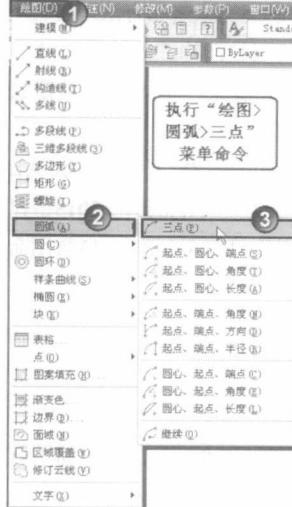

图1
- 通过下拉菜单执行绘图命令：在本书中，凡是出现“执行‘××>××>××’菜单命令”字样的，均表示要通过下拉菜单方式来执行AutoCAD的绘图命令，如图1所示。